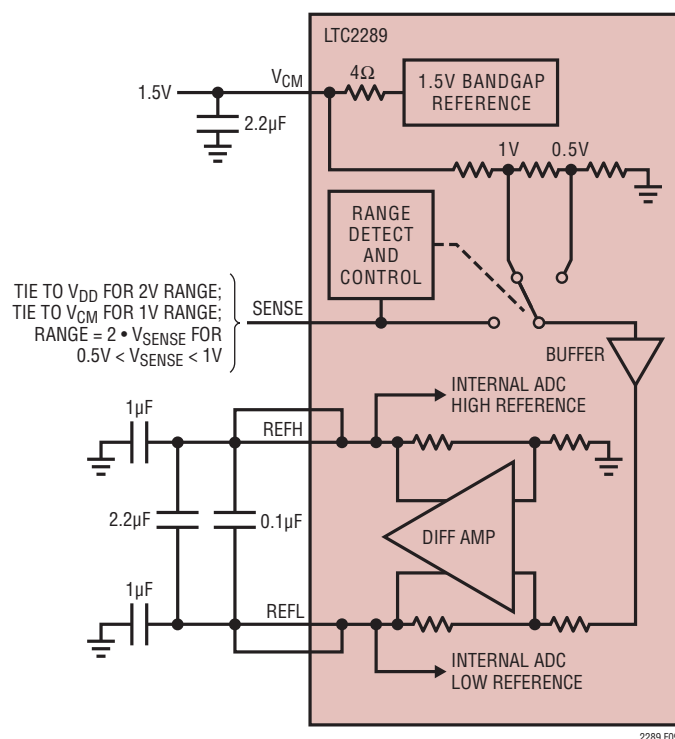

図9. 等価リファレンス回路
1.5Vのバンドギャップ・リファレンス、差動アンプ、およびスイッチングと制御の回路で構成されるLTC2289のリファレンス回路を図9に示します。内部電圧リファレンスはピンで選択可能な2V(差動±1V)または1V(差動±0.5V)の2つの入力レンジに設定することができます。SENSEピンを $V_{DD}$ に接続すると2Vの範囲が選択され、SENSEピンを $V_{CM}$ に接続すると1Vの範囲が選択されます。
差動アンプはADCの“H”リファレンスと“L”リファレンスを生成します。高速スイッチング回路がこれらの出力に接続されているので、これらの出力は外部でバイパスする必要があります。各出力には2つのピンがあります。パッケージのインダクタンスを減らすために複数の出力ピンを必要とします。バイパス・コンデンサは図9に示すように接続する必要があります。ADCの各チャンネルのリファレンスは独立しており、バイパス・コンデンサも各チャンネル専用です。2つのチャンネルで使用する入力範囲は、同じでも別々でもかまいません。